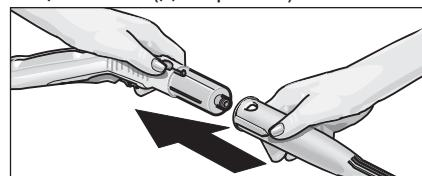

Рис. 2: приєднання насадок до парового пістолета
- З'єднайте необхідну насадку (D1, E1, F1) з паровим пістолетом (С1). Для цього необхідно надіти трубчастий кінець насадки на паровий пістолет (С1). Насадку необхідно надягнати на паровий пістолет, доки кнопка розблокування (С3) парового пістолета не увійде у защеплення (див. рис. 2).